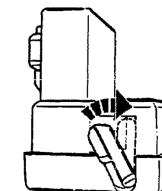

Figura 3
- Si no tocar el pedal del freno, mueva la palanca negra de ajuste en sentido horario para ajustar el interruptor. La palanca debe estar paralela al conector. (Figura 3)